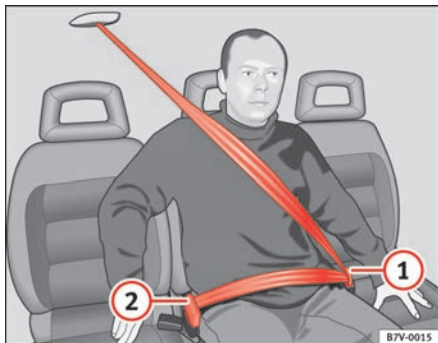

Fig. 17 Desabrochar un cinturón con dos cierres
- Pulse la tecla roja que hay en el cierre del cinturón ⇒ fig. 17 ①. La lengüeta del cierre es expulsada fuera.
- Pulse la tecla roja que hay en el cierre del cinturón ②. La lengüeta del cierre es expulsada fuera.